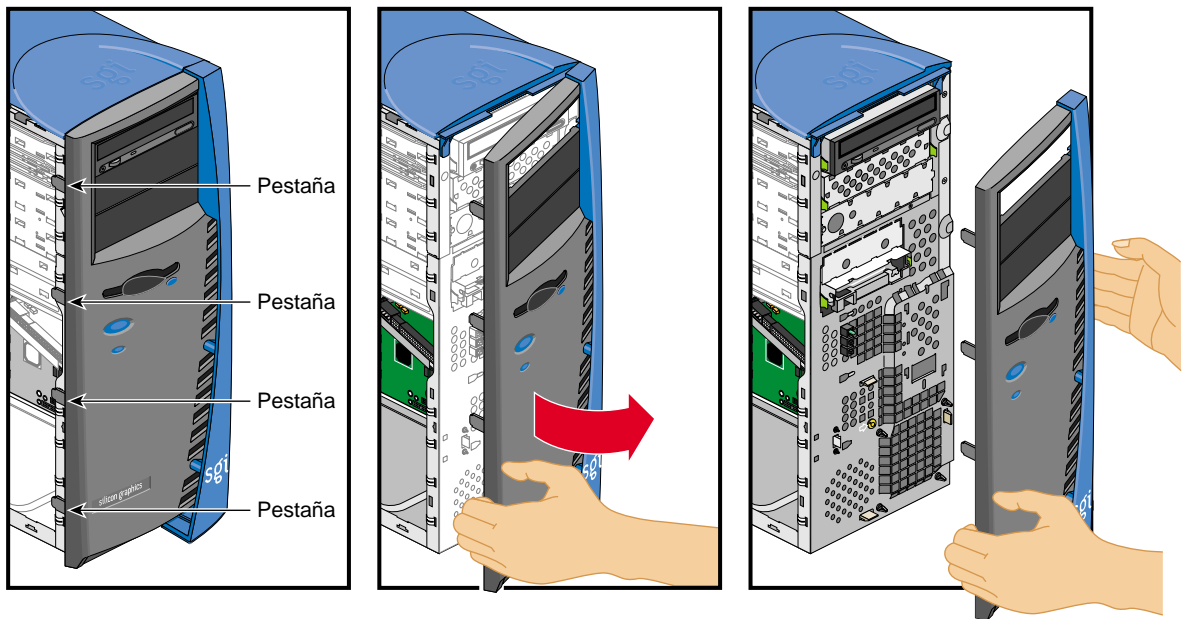

Figura 2-2 Extracción de la cubierta
- b. Suelte las cuatro lengüetas de la parte lateral de la cubierta. Para ello, sepárelas con cuidado del chasis y al mismo tiempo tire de la cubierta para extraerla del sistema. En la Figura 2-2 se muestra este procedimiento.